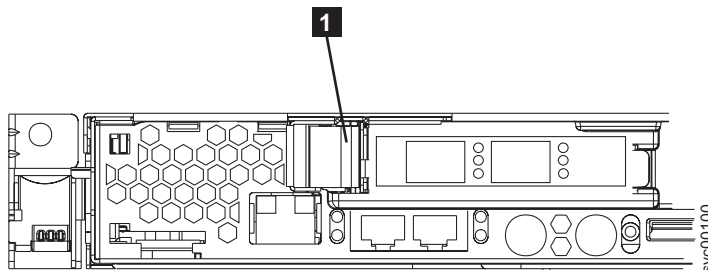

図 140. PCI スロット 1 カード・リテーナー
- a. 青色の PCI カード・リテーナー **1** をノードの後部から引き出します。図 140 を参照してください。